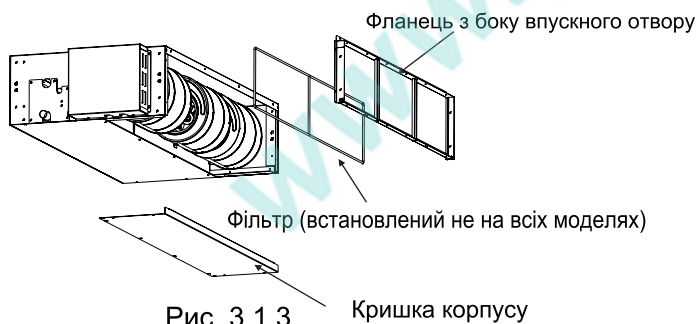

Рис. 3.1.3
- (1) Зніміть фланець із боку впускного отвору, а потім зніміть кришку корпусу, як це показано на рис. 3.1.3.